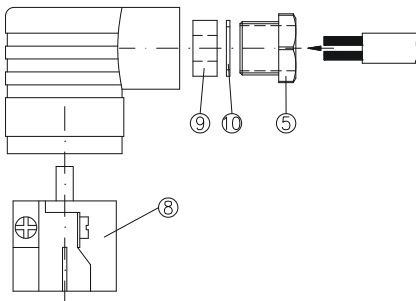

Abb. 10
- ✚ Führen Sie die Anschlussleitung durch die Kabelverschraubung ⑤, den Druckring ⑩ und den Gummieinsatz ⑨ in die Leitungsdose ein (⇒ Abb. 10).